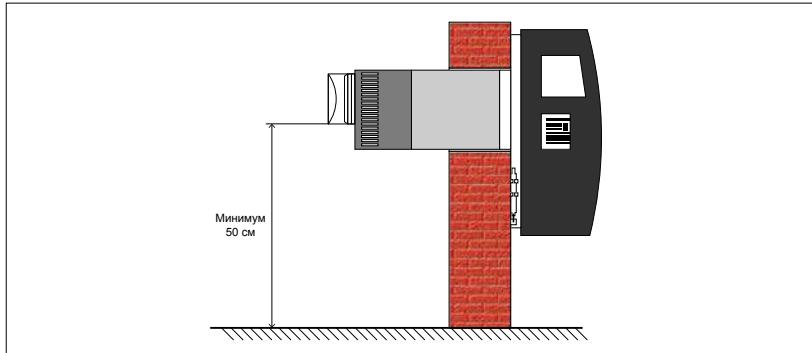

Рисунок 1: Расстояние отверстия дымовой трубы от земли.
- Нижняя часть выходного отверстия дымовой трубы для модели HS и HP должна находиться на расстоянии не менее 50 см от земли (Рисунок 1).